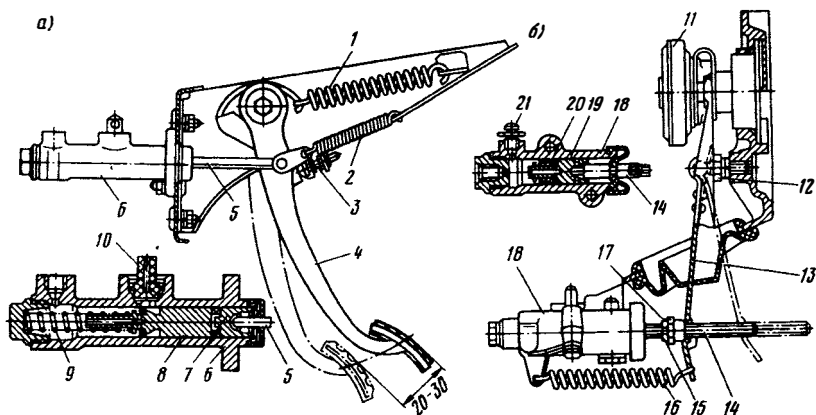

Рис. 2. Гидравлический привод сцепления автомобилей ВАЗ:
При устранении отдельных неисправностей гидравлического привода выключения сцепления требуется его снятие с автомобиля и разборка. С этой целью сливают жидкость из привода, для чего надевают один конец шланга на штуцер 21 (рис. 2) рабочего цилиндра привода, а другой опускают в сосуд с тормозной жидкостью. Затем вывертывают штуцер 21 на 1/2—3/4 оборота и нажимают на педаль 4 сцепления, пока не будет удалена жидкость из привода. После этого снимают трубку и шланг, которые соединяют главный и рабочий цилиндры привода, а также оттяжную пружину 16 вилки выключения сцепления 13. Вынимают шплинт из конца толкателя 14 рабочего цилиндра и
1. Увеличение зазоров в гидравлическом приводе сцепления. Отрегулировать привод. Перед регулировкой привода устанавливают зазор 0,1—0,5 мм между толкателем 5 (см. рис. 2) и поршнем 7 главного цилиндра привода. Этот зазор определяется свободным ходом педали 4 сцепления, равным 0,4—2 мм, он необходим для полного выключения сцепления. Регулировка делается ограничителем 3 хода педали сцепления. Затем регулируют гайкой 17 свободный ход штока 14 рабочего цилиндра, равный 4—5 мм. Регулировочная гайка 17 фиксируется контргайкой 15. После выполнения регулировок привода сцепления свободный ход педали до начала выключения сцепления должен составлять 25—35 мм.
кости в бачке главного цилиндра и при необходимости доводят его до нормального, т. е. на 10—15 мм ниже торца горловины бачка. Надевают на штуцер 21 (см. рис. 2) рабочего цилиндра резиновый шланг, нижний конец его опускают в сосуд с жидкостью, применяемой для гидропривода. Резко нажимают 3—5 раз на педаль сцепления с интервалом 2—3 с. Удерживают педаль в нажатом положении, отвертывают на $1/2$ — $3/4$ оборота штуцер 21 и вытесняют дальнейшим нажатием на педаль находящуюся в гидроприводе жидкость вместе с воздухом через шланг в сосуд с жидкостью. После достижения истечения жидкости через шланг, заворачивают штуцер 21 до отказа. Эту операцию повторяют до полного выхода пузырьков воздуха из гидропривода. Затем снимают шланг и надевают на штуцер защитный колпачок, доливают жидкость в бачок до нормального уровня.
5. Утечка жидкости из главного или рабочего цилиндров гидропривода сцепления. Разобрать главный цилиндр 6 (см. рис. 2) и рабочий цилиндр 18 гидропривода и проверить исправность уплотнительных колец, при необходимости заменить изношенные уплотнительные кольца, прокачать гидропривод. При разборке главного цилиндра 6 с него снимают резиновый защитный колпачок, вынимают стопорное кольцо, вывертывают из корпуса цилиндра пробку. Затем вынимают из цилиндра поршни 7 и 8, уплотнительные кольца и пружину 9. При разборке рабочего цилиндра 18 снимают защитный колпачок вместе с толкателем 14, вывертывают пробку, вынимают поршень 19 и разбирают его, сняв с поршня стопорное кольцо.
4. Засорение компенсационного отверстия главного цилиндра гидропривода сцепления. Снять главный цилиндр с автомобиля, разобрать и промыть его, прочистить компенсационное отверстие. Для прочистки компенсационного отверстия вынимают отверткой стопорную шайбу-штуцера 10 (см. рис. 2), а затем сам штуцер и его уплотнительное кольцо.
Повышенный уровень шума при выключении сцепления. 1. Износ, повреждение или утечка смазочного материала из подшипника выключения сцепления. Разобрать привод и заменить подшипник 11 (см. рис. 2) выключения сцепления.
3. Поломка, потеря упругости или отсоединение оттяжной пружины вилки выключения сцепления. Заменить неисправную пружину 16 (см. рис. 2) или закрепить пружину при ее отсоединении.